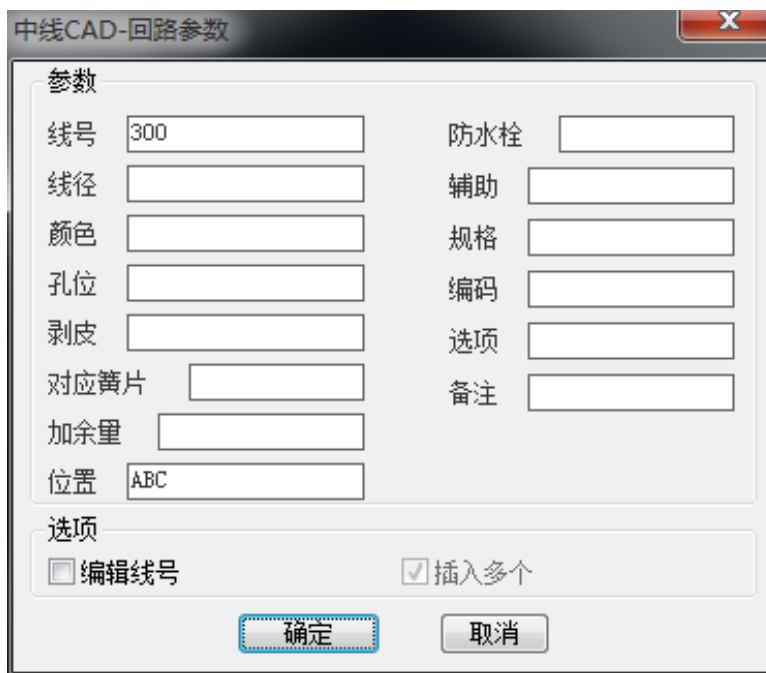

图 1-10
1. 执行【中线 CAD/插入回路】命令或单击工具栏中的【插入电线属性快】按钮，快捷键 HL。激活该工具后，软件会自动弹出【中线 CAD-回路参数】对话框，如图 1-10 所示；